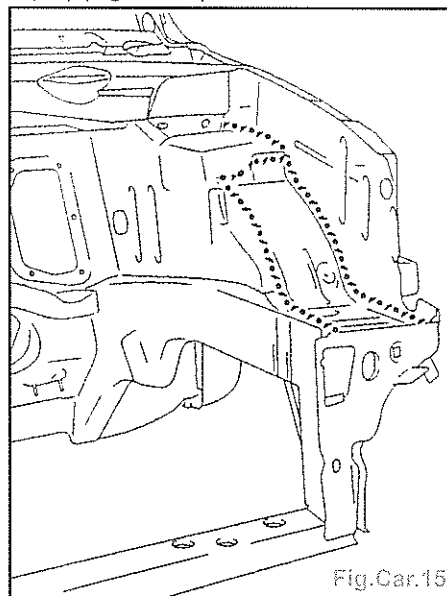

Fig.Car.15
- Appliquer un mastic à lisser au pinceau (A4) (Fig.Car.15).